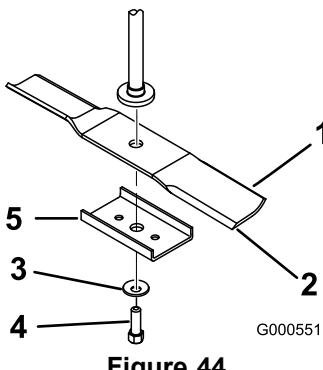

Figure 44
renfort (modèles de 42 pouces uniquement) et la lame de l'axe (Figure 44).
2. Montez le renfort (modèles de 42 pouces uniquement), la rondelle bombée (face concave vers la lame) et le boulon de lame (Figure 44).
1. Placez la lame sur l'axe (Figure 44).